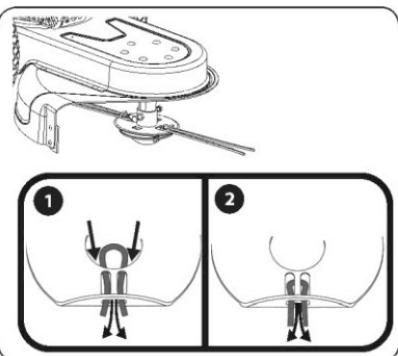

Рисунок 5-3
4. Скрепите концы струны и потяните, закрепив их в требуемой позиции. См. рисунок 5-3.